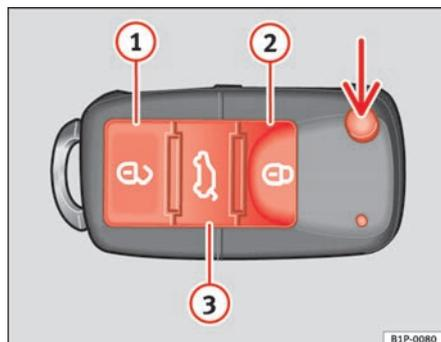

Fig. 63 Tasti della chiave con telecomando
Con il tasto \Rightarrow fig. 63 (freccia) del telecomando, si sblocca lo scatto della chiave.
Sblocco del veicolo \Rightarrow fig. 63 ① . Le porte e il portellone posteriore si sbloccano.
Chiusura del veicolo \Rightarrow fig. 63 ② .
Sblocco portellone posteriore. Tenere premuto il tasto \Rightarrow fig. 63 ③ fino a quando lampeggiano brevemente tutti gli indicatori di direzione. Nel premere il tasto di sblocco \Rightarrow fig. 63 ③ , si hanno 2 minuti per aprire il portellone. Una volta trascorso questo periodo si blocca di nuovo.
Inoltre, la spia della batteria della chiave \Rightarrow fig. 63, lampeggia.
Premere una sola volta il tasto \Rightarrow fig. 63 ① , si aprirà soltanto la porta del conducente, le altre porte rimarranno chiuse.
- Chiudere il veicolo con la chiave con telecomando ⇒ pag. 103, fig. 63 dalla serratura della porta del guidatore.